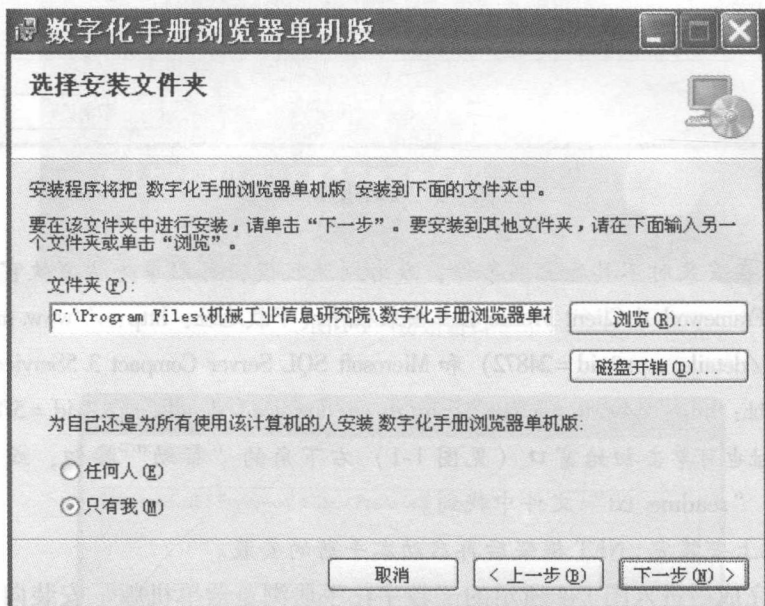

图 1-5 “选择安装文件夹”窗口
5) 进入图 1-5 所示的“选择安装文件夹”窗口。系统推荐的安装目录是“C: \ Program Files \ 机械工业信息研究院 \ 数字化手册浏览器单机版”，如果同意安装在此目录下，单击“下一步”按钮。如果希望安装在其他目录中，单击“浏览”按钮，在弹出的对话框中选择合适的文件夹后，并根据具体情况选择浏览器是个人使用还是所有人使用，然后单击“下一步”按钮。如果用户的计算机不允许安装在系统推荐的安装目录“C: \ ”下，可将 C 改为 D 或其他的分区分下面。